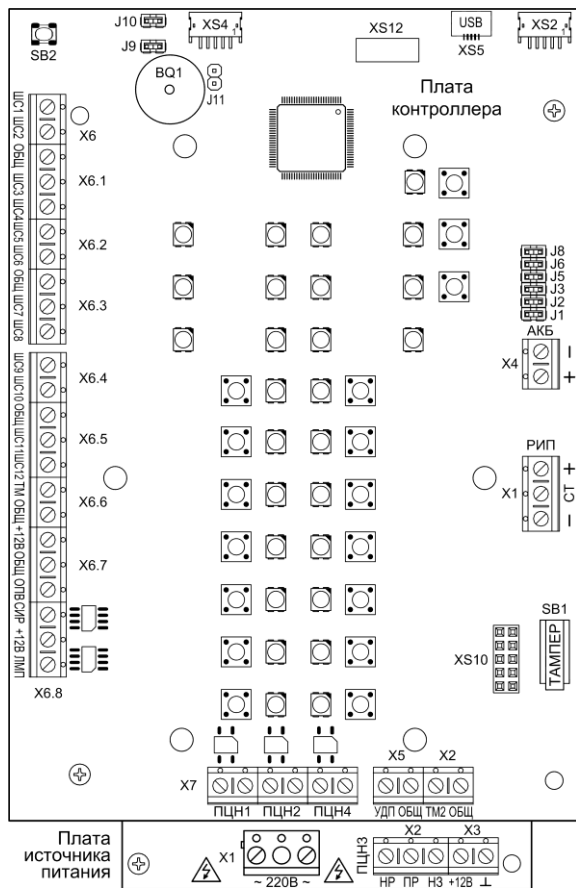

Рис.1 Плата контроллера Гранит-12С (вид со снятой панелью индикации и управления) и плата источника питания (видимая часть)
Прибор состоит из корпуса и съёмной крышки. В корпусе расположены плата контроллера с Wi-Fi коммуникатором, плата источника питания (рис.1), GE коммуникатор с антенной GSM (п.5.5). На плате контроллера установлена панель индикации и управления (рис.2). Wi-Fi коммуникатор расположен на обратной стороне платы контроллера и на рис.1 не изображён.
3.1 На плате контроллера (рис.1) расположены следующие элементы:
3.3 На плате источника питания (рис. 1) расположены следующие элементы: